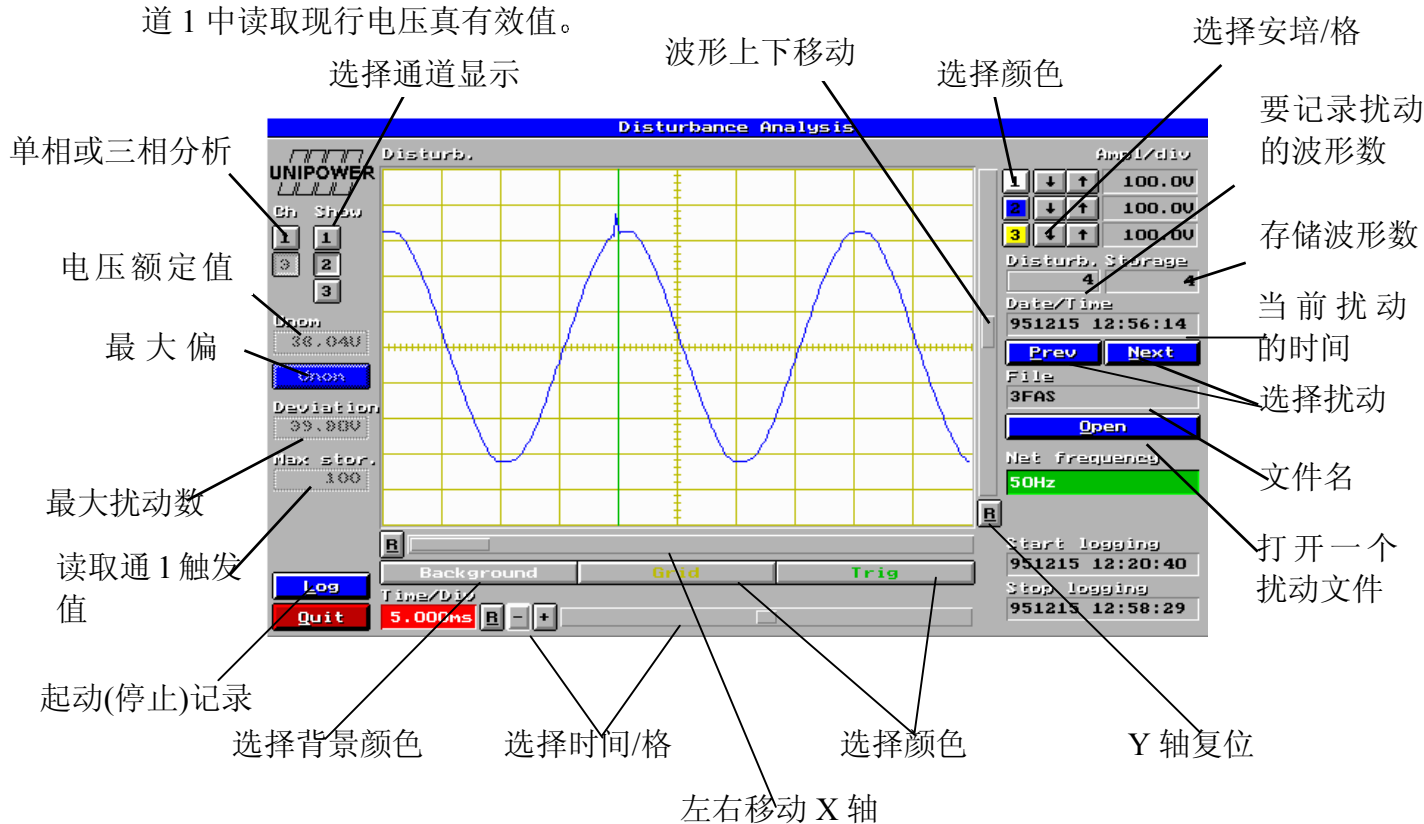

图 29 扰动分析屏幕图
3. 现在已进入实时扰动模式 (图 29)。在开始分析前，无波形显示。根据进行一相或三相分析的不同，按左上角的按钮 1 或 3。